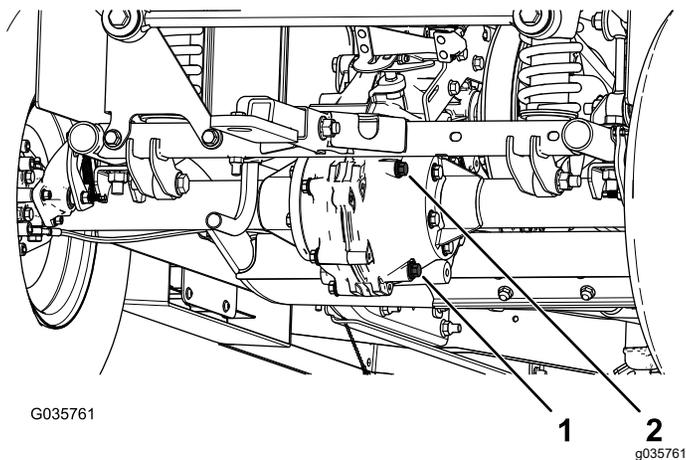

Рисунок 56
4. Снимите пробку заливного отверстия в коробке передач (**Рисунок 56**).
5. Если уровень жидкости низкий, снимите пробку заливного отверстия и доливайте жидкость указанного типа до тех пор, пока она не начнет вытекать из отверстия (**Рисунок 56**).
1. Подставьте под пробку сливного отверстия сливной поддон (**Рисунок 56**).
2. Снимите пробку заливного отверстия и уплотнение (**Рисунок 56**).
3. Снимите пробку сливного отверстия и уплотнение и дайте рабочей жидкости полностью стечь (**Рисунок 56**).